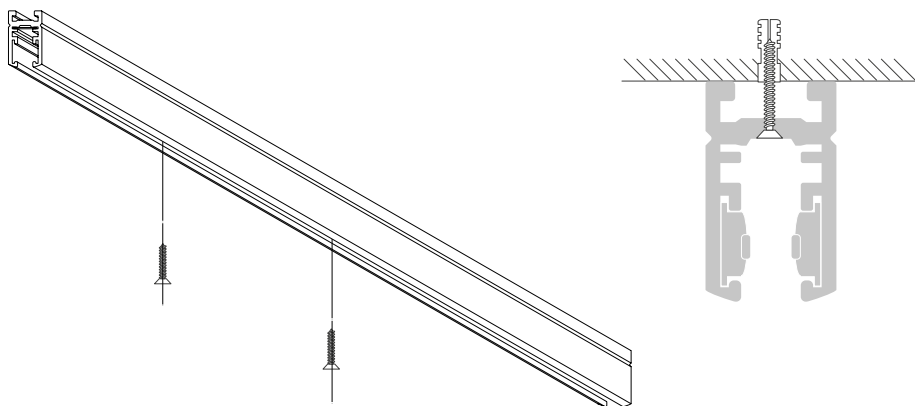

Рис. 4. Установка трека
- 3.3. Закрепите шинопровод на поверхности, как показано на рис. 4.